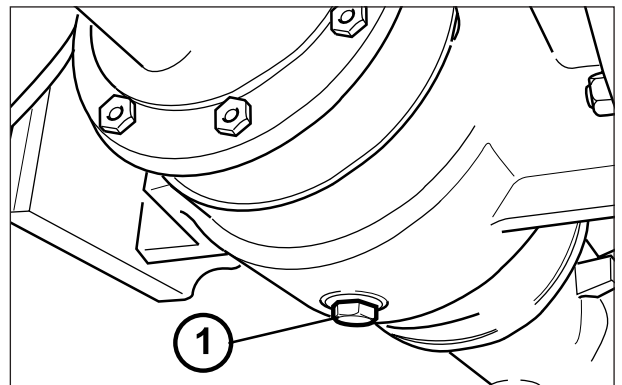
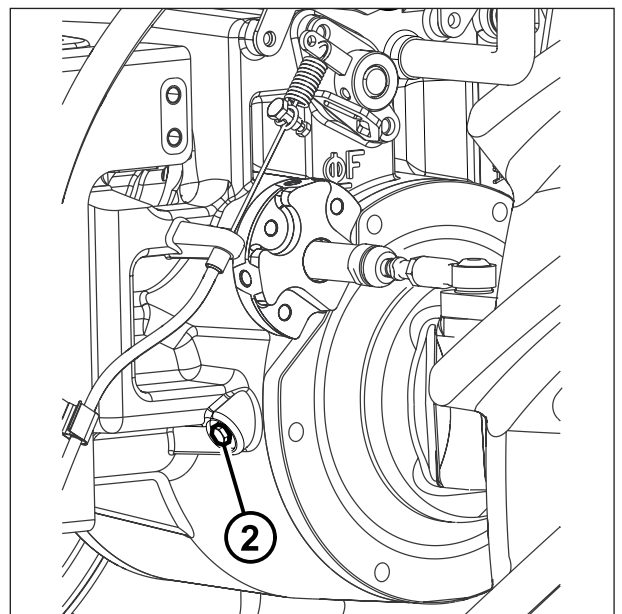

Fig. 118
Fig. 119
### Sustitución aceite puente delantero (Fig. 118 - Fig. 119)
- Colocar un recipiente de recogida bajo el tapón (1) Fig. 118 y luego desenroscarlo y dejar descargar el aceite.
- Cuando por el orificio de descarga no sale ya aceite, volver a enroscar el tapon (1) Fig. 118.
- Colocar un recipiente bajo el tapón (2) Fig. 119, desenroscar el tapón (1) Fig. 119 y el tapón (2) Fig. 119.
- A través del agujero de carga (1) Fig. 119 agregar aceite hasta que el mismo asome en el orificio del nivel (2) Fig. 119.
- Volver a montar el tapón (1) Fig. 119 y el tapón (2) Fig. 119.